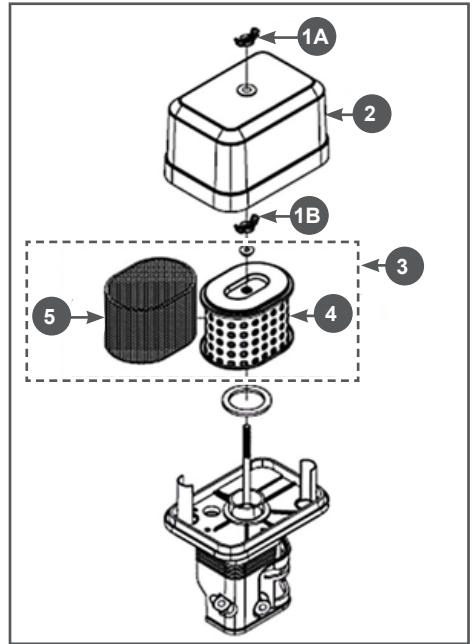

Рис. 20 Обслуживание воздушного фильтра
1. Открутите барашковую гайку 1А и снимите крышку 2 воздушного фильтра (Рис. 20).
2. Открутите барашковую гайку 1В и извлеките из корпуса воздушный фильтр 3 в сборе (Рис. 20).
3. Проверьте целостность и чистоту фильтрующих элементов. Поролоновый (предварительный) фильтрующий элемент 5 установлен на корпусе бумажного фильтрующего элемента 4 (Рис. 20).
4. При незначительном загрязнении промойте предварительный поролоновый фильтрующий элемент 5 (Рис. 20) теплым мыльным раствором и просушите. Поврежденный или сильно загрязненный поролоновый фильтрующий элемент замените.
Бумажный фильтрующий элемент 4 (Рис. 20) не подлежит очистке, необходима его за-